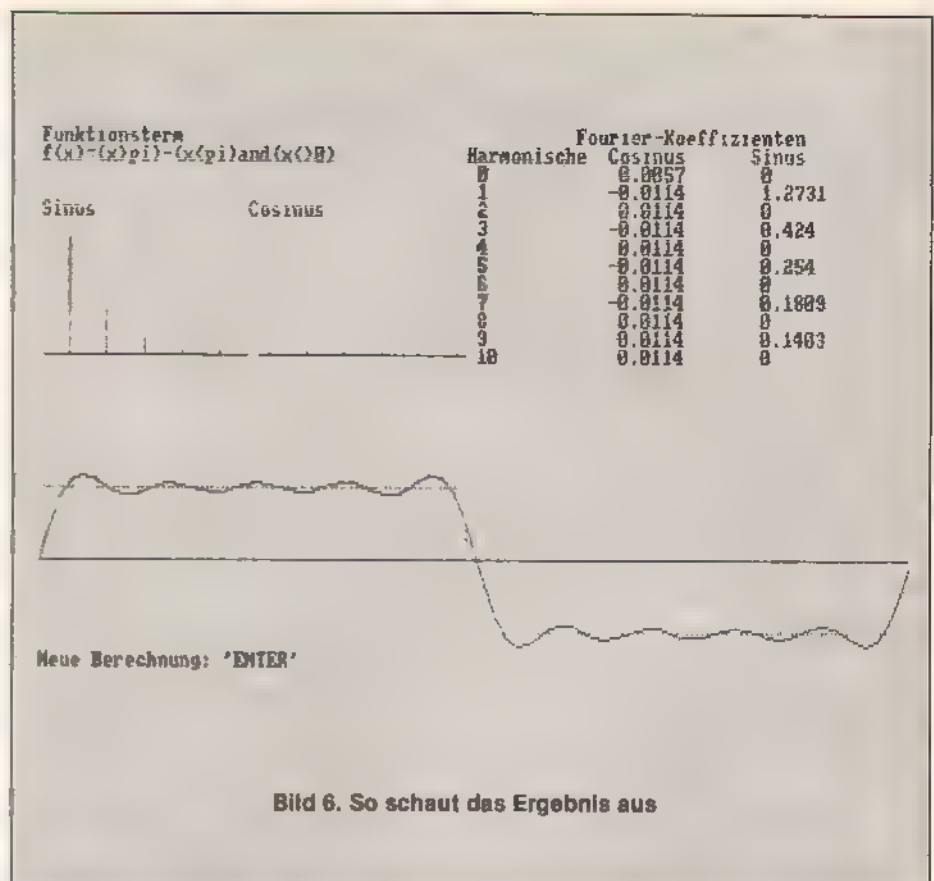

Bild 6. So schaut das Ergebnis aus
5. Mit einer durchgezogenen Linie wird die durch die Fourier-Analyse erhaltene Näherung angezeigt. Diese Anzeige überlagert im selben Maßstab die gestrichelte Linie, so daß Sie sofort die Größe des Restfehlers abschätzen können. Eine Bildschirmausgabe finden Sie in Bild 6.